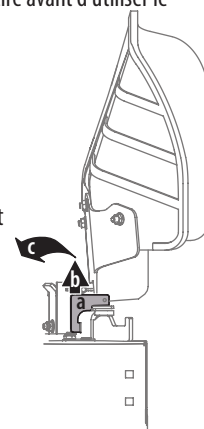

Figure 14
1. La goutlotte est livrée attachée et avec un support d'arrêt tenant la goutlotte en position verticale. Le support d'arrêt doit être retiré avant d'utiliser le tracteur. Voir Figure 14.